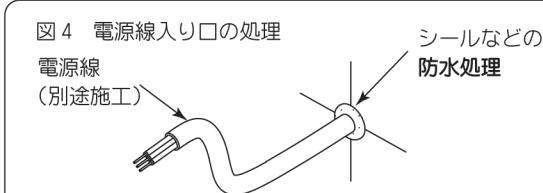

図4 電源線入り口の処理
- 取付面の凹凸が大きい場合、防水用シール材で埋め(図4)、平らに仕上げてから器具を取り付けてください。